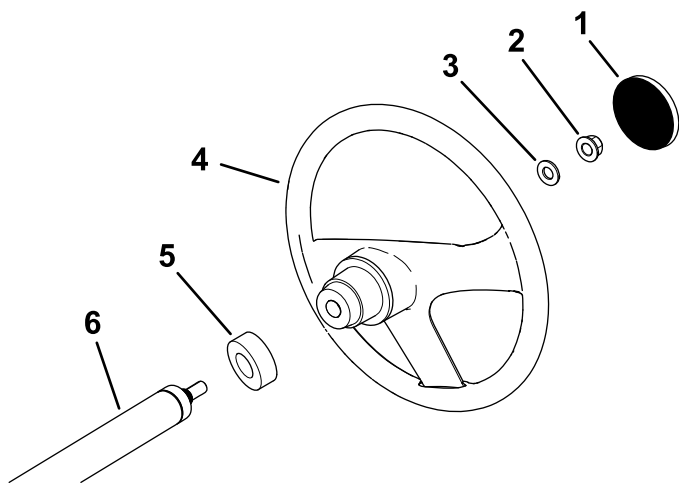

Figura 3
- Si la tapa está instalada, retírela del centro del volante (Figura 3).
- Retire la contratuerca (1/2") de la columna de dirección (Figura 3).
- Coloque el volante, el protector de polvo y la arandela (1/2") sobre el eje de dirección (Figura 3).
- Instale la tapa en el volante (Figura 3).